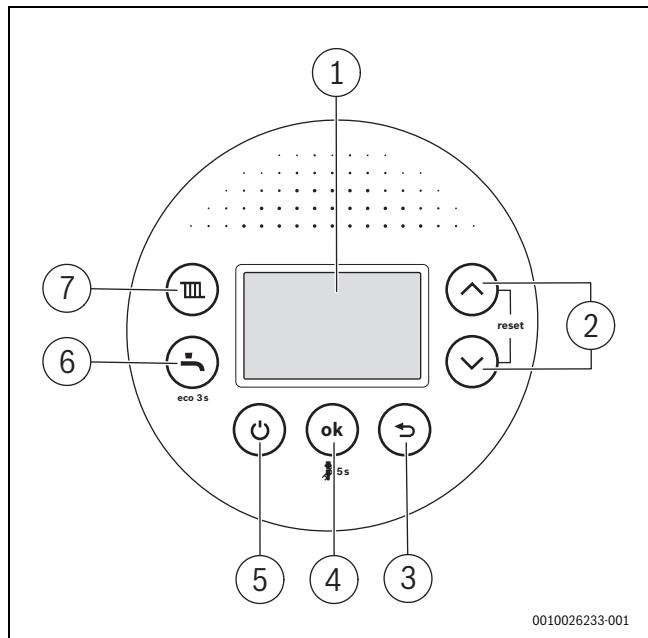

Bild 4 Bedienfeldübersicht
- Im normalen Betrieb Gerät mit der Taste ⌂ (→ Bild 4, [5]) ein-/ausschalten.